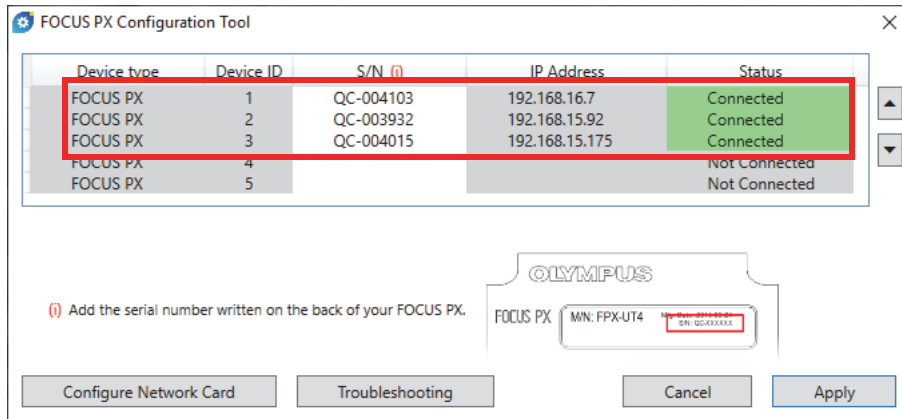

Figura 1-20 Herramienta de configuración FOCUS PX (tres dispositivos)
6. Si usa más de una unidad (o equipo) FOCUS PX, repita el paso de introducción asociado al número de serie en la siguiente entrada (ver Figura 1-20 en la página 41). Asegúrese de que el orden de las unidades sea el mismo que el de